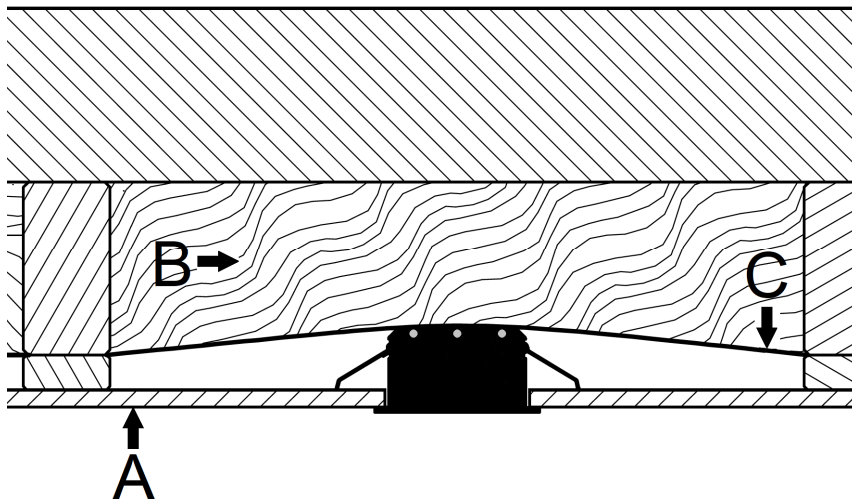

Abb.: 1
- Die LED-Leuchte ist zur Montage auf normal entflammbaren Oberflächen geeignet, z.B. auf Holz und Werkstoffen auf Holzbasis mit mehr als 2 mm Dicke (siehe Abbildung 1: Punkt A). Der Einbauraum muss genügend Platz zur Verfügung stellen.
abgedeckt werden (siehe Abbildung 1: Punkt B). Die Einbaubedingungen des jeweiligen Herstellers sind zu beachten.
- Bei Einsatz einer sogenannten Dampfbremse bzw. Dampfsperre (siehe Abbildung 1: Punkt C) sind die Einbaubedingungen und Temperaturbeständigkeit des jeweiligen Herstellers zu beachten. Erforderlich ist eine dauerhafte Temperaturbeständigkeit $\geq 80^{\circ}\text{C}$